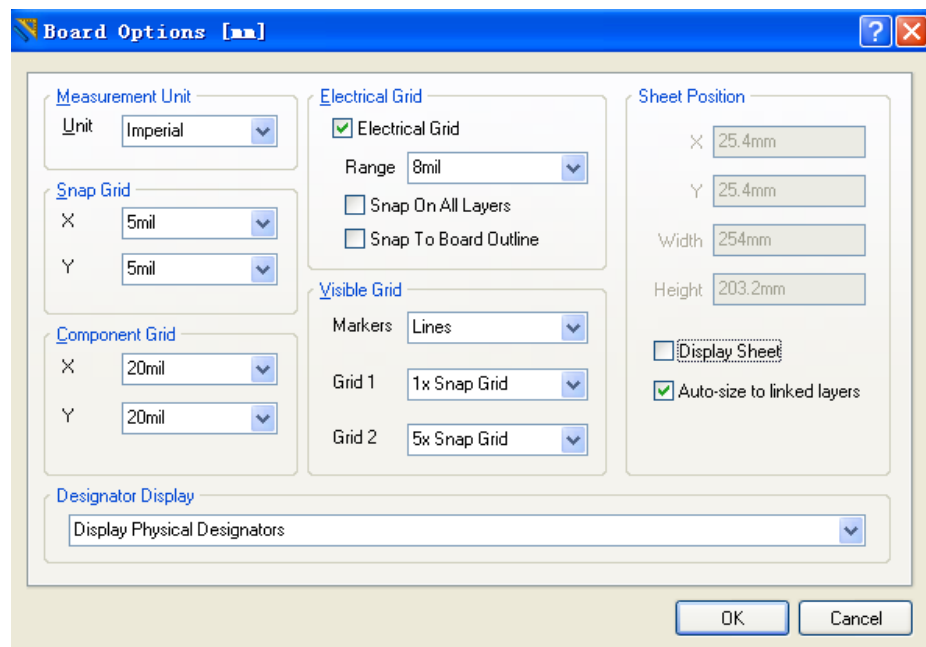

图9-1 “Board Options”对话框
- （1）在主菜单中选择“Design”→“Board Options...”命令，打开如图9-1所示的“Board Options”对话框。
（2）在如图9-1所示的“Board Options”对话框的“Measurement Unit”区域中设置“Unit”为“Metric”；勾选“Sheet Position”区域中的“Display Sheet”复选项，表示在PCB图中显示白色的图纸；设置Snap Grid X、Y：1mm，单击“OK”按钮。